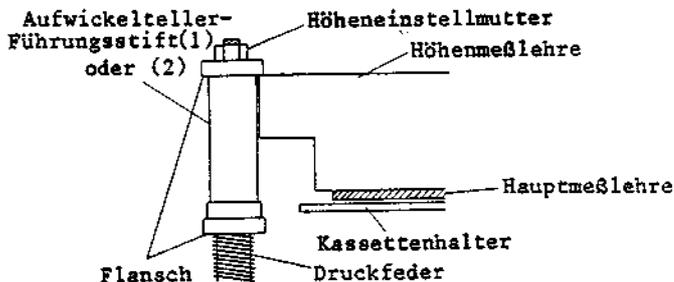

Abb. 3-8
6-2 Einstellung der Höhe der Aufwickelteller-Führungsstifte (1) und (2) (Abb. 3-8)